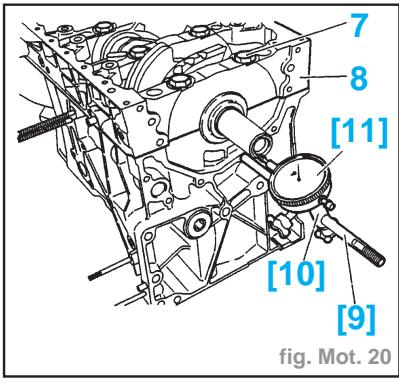
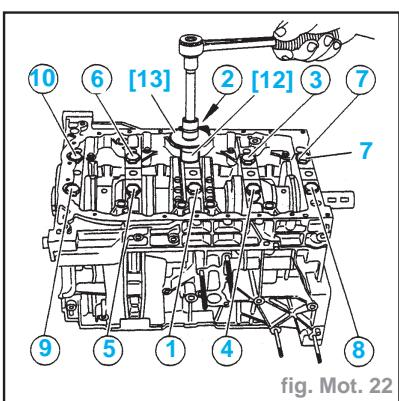

fig. Mot. 20
fig. Mot. 22
- Poser les outils [9] et [10] (tige et support comparateur réf. 0118EZ et FZ) sur le carter cylindres (fig. Mot. 20).
- le carter chapeaux de paliers de vilebrequin (8)
- les 10 vis (7)
- les 16 vis (9)
- Serrer les 16 vis (9) à  $1 \pm 0,1 \text{ daN.m}$ .
- Préserrer les vis (7) à  $1 \pm 0,1 \text{ daN.m}$  (fig. Mot. 22).
- Desserrer et serrer les 10 vis (7) à  $0,1 \text{ daN.m}$  à l'aide de l'outil [12] (douille FACOM STX12) (fig. Mot. 22).